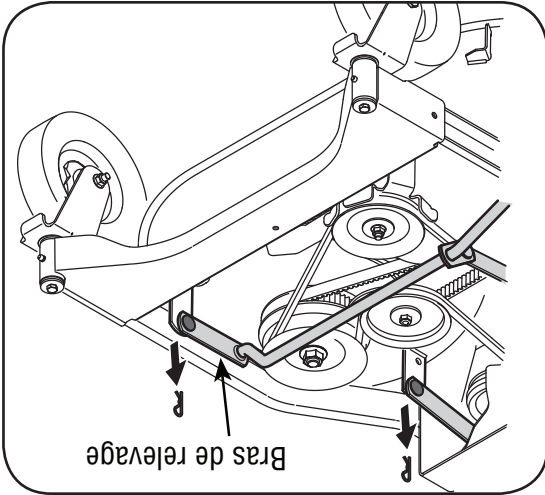

Figure 5-11
9. Enlevez soigneusement les supports avant du plateau de coupe des bras de relevage du plateau de coupe. Voir la Figure 5-11.